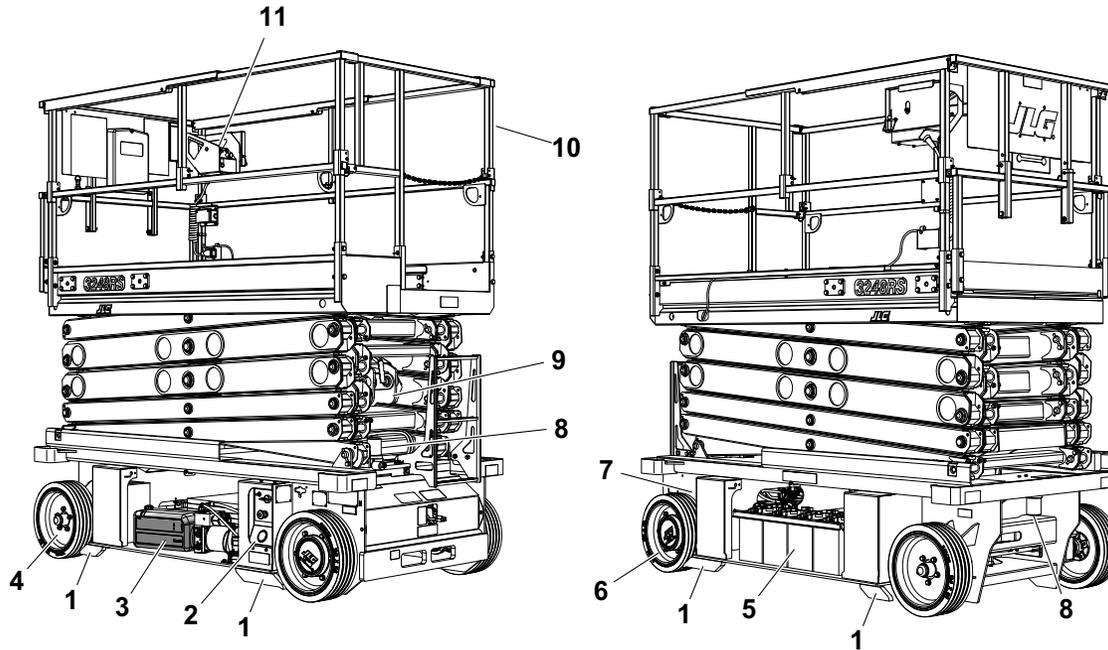

Figura 2-1. Inspección visual diaria (cubiertas laterales retiradas) - Todas las máquinas
5. **Inspección visual** – Consultar la Figura 2-1. en la página 2-7.
Iniciar la inspección visual en el punto 1; ver la Figura 2-1. en la página 2-7. Continuar revisando cada punto en secuencia para determinar las condiciones indicadas en la lista siguiente.